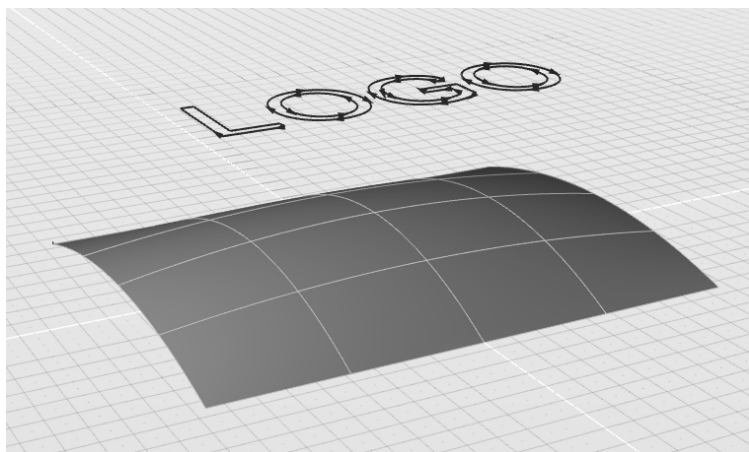

图 3-102 打开练习文件
1) 打开素材文件夹“练习 (3.4.7_2)”中的 Evolve 文件，激活透视图，如图 3-102 所示。